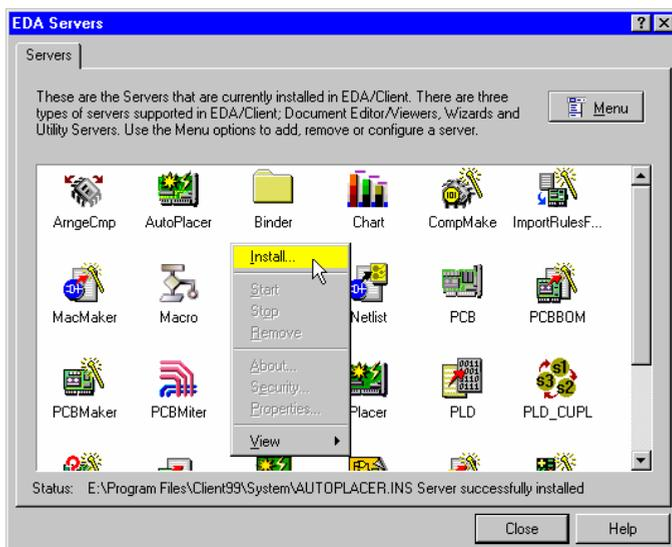

Рис. 2.32. Инсталляция сервера в среду проектирования Design Explorer.
2. Нажать кнопку **Menu** и в появившемся списке выбрать команду **Install** (рис. 2.32). Появится диалоговое окно открытия документа.